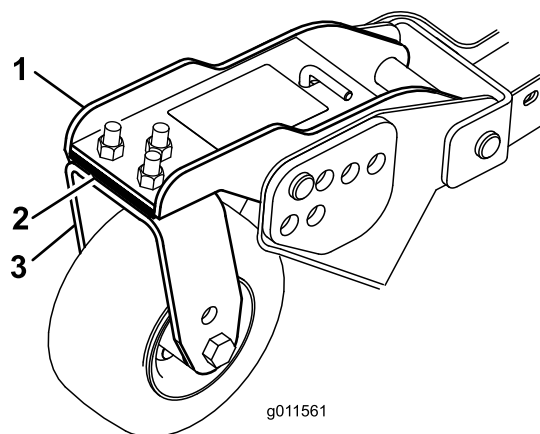

Bild 27
5. Wenn die innere Schnittkante des Seitenmähwerks im Verhältnis zur äußeren Kante des Frontmähwerks zu hoch ist, entfernen Sie eine Beilagscheibe (3 mm) von der Unterseite des vorderen inneren Laufradarms am Seitenmähwerk (Bild 27).